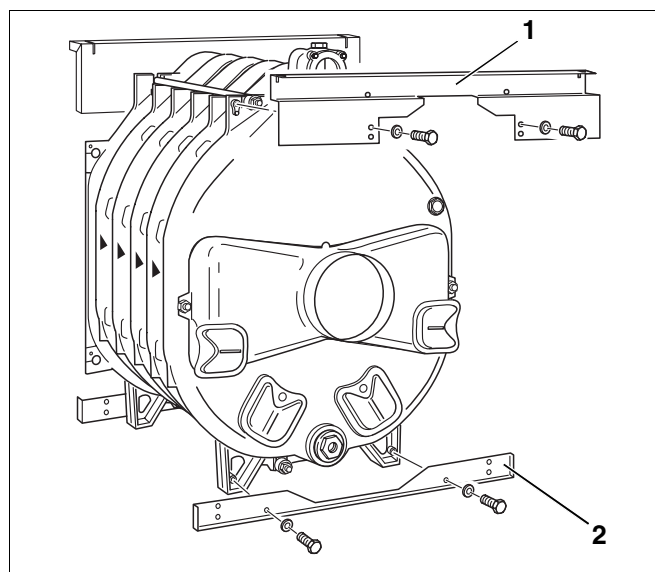

Fig. 31 Montaj – traverse din spate
- Traversa de sus din spate (fig. 31, **poz. 1**) se fixează pe camă (adaos turnat) și se prinde cu șuruburi mecanice (M 8 x 15) de elementul posterior. Muchia (teșitura) traversei de sus trebuie să fie orientată spre față.
- Traversa de jos (fig. 31, **poz. 2**) se fixează cu două șuruburi mecanice (M 8 x 15) de picioarele elementului posterior. Muchia (teșitura) traversei de jos trebuie să fie orientată spre spate.